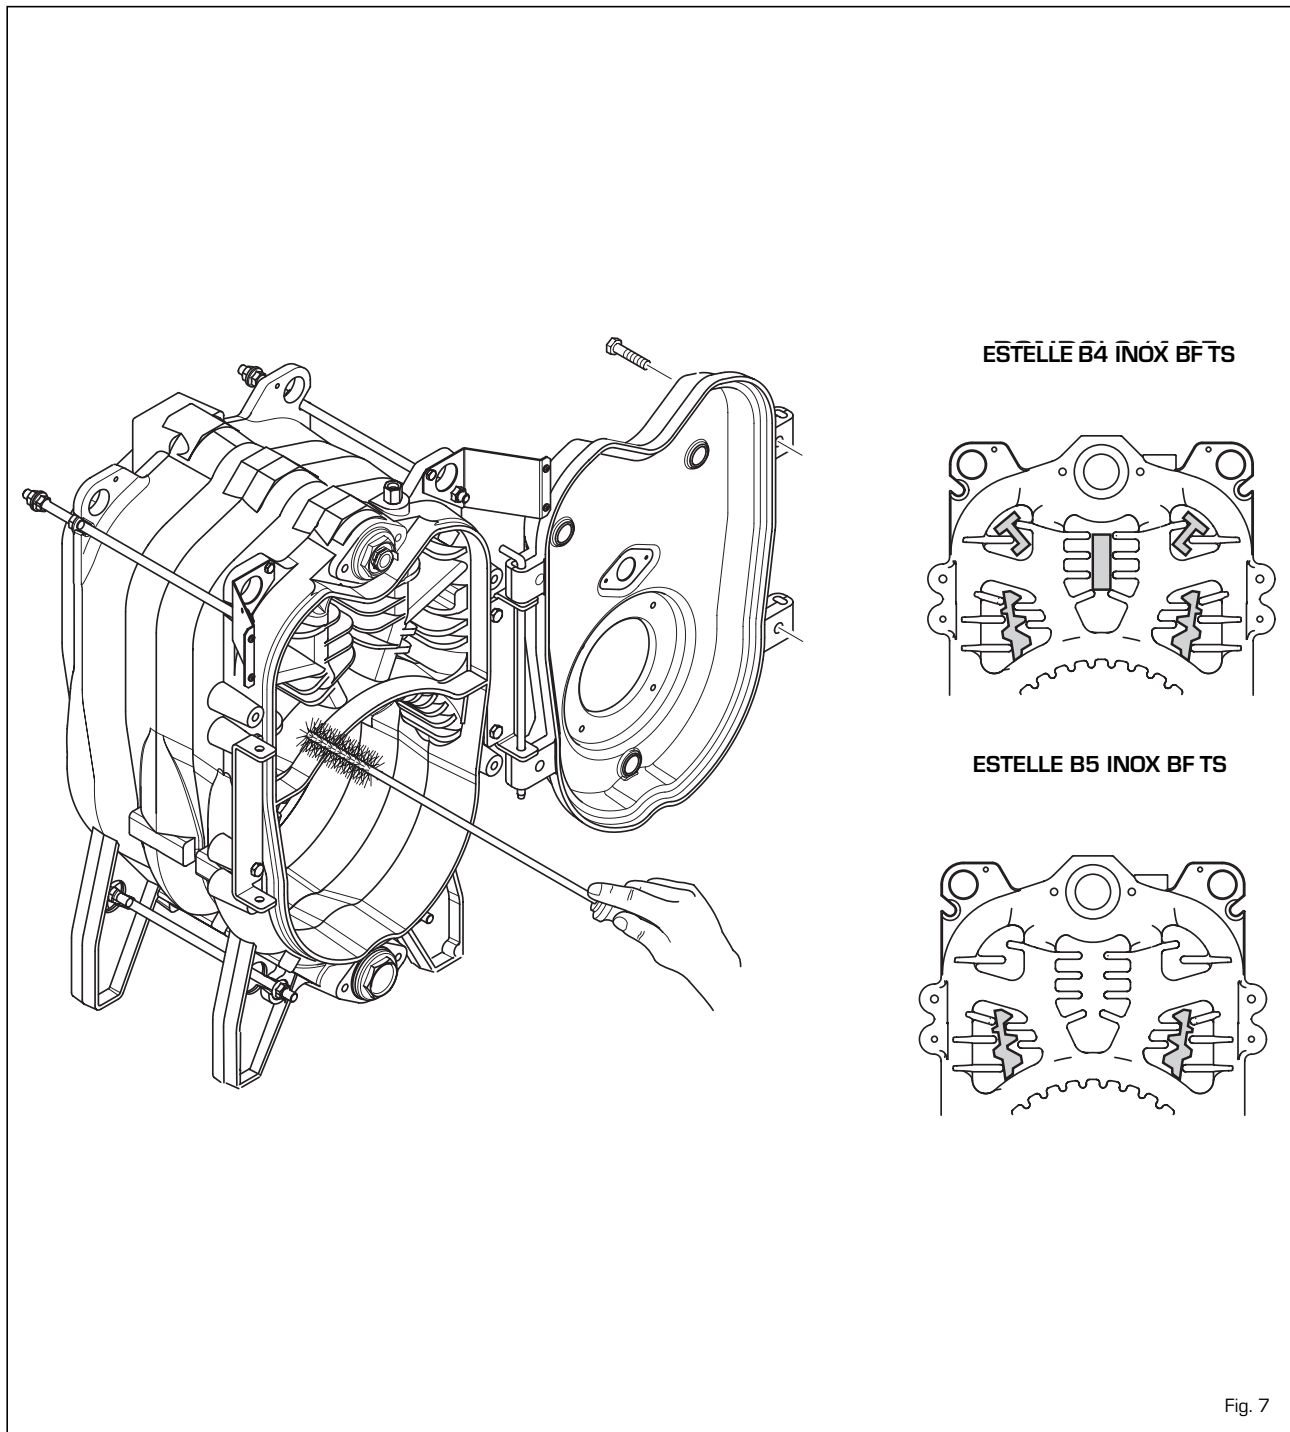

Fig. 7
3.3.1 Côté fumées chaudière (fig. 7)